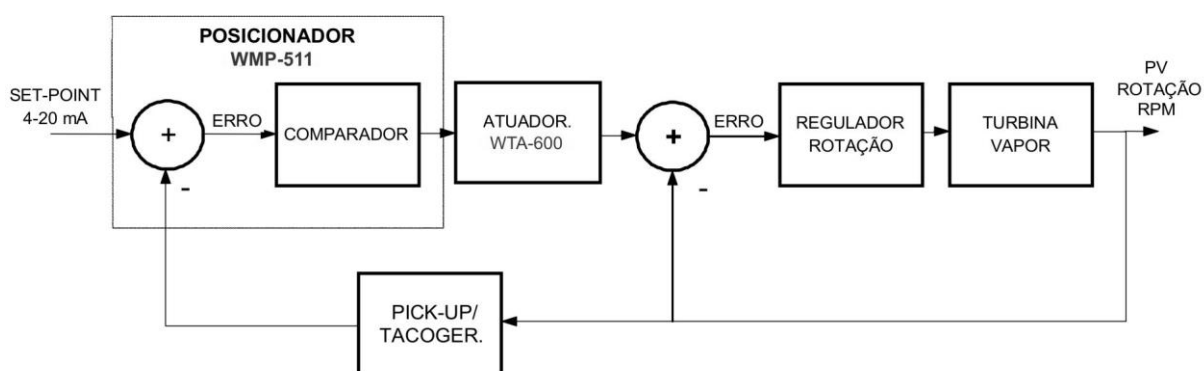

Figura 1 - Diagrama de blocos
A Figura 1 resume o modo de funcionamento. Nesta figura, estão representados, através de diagramas de blocos, a turbina a vapor e o seu regulador mecânico. Em um sistema convencional, existem apenas esses dois itens. A rotação da turbina é comandada pelo regulador, que compara a rotação da turbina (PV) com o valor de Set-Point (SP).